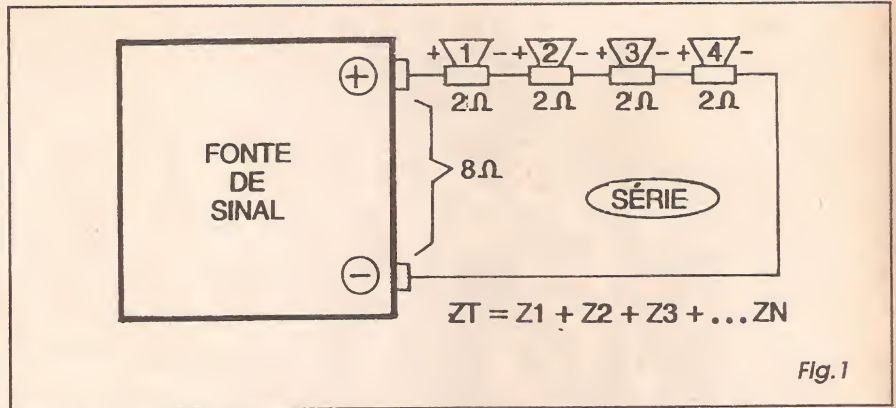

Fig.1
- FIG. 1 - LIGAÇÃO DE ALTO-FALANTES EM SÉRIE... - Uma configuração típica, EM SÉRIE. Observar que as polaridades dos terminais (que podem ser obtidas através do *faseamento*, já ensinado na aula anterior do presente tema...) devem ser respeitadas, *nos conformes* do